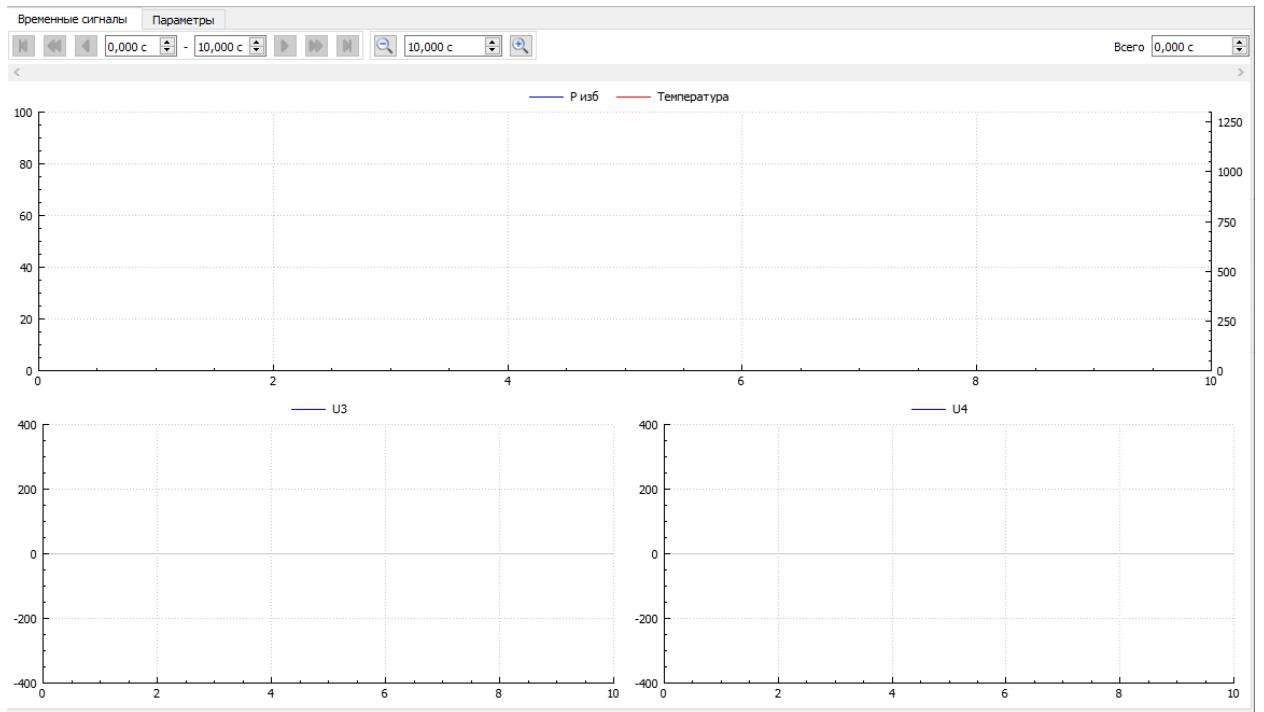

Рис. 2.98: Первая страница интерфейса визуализации
Перейдем в режим выполнения эксперимента (меню “Эксперимент” → “Выполнить новый эксперимент” (W)), чтобы посмотреть на получившийся интерфейс. Начальная страница (рисунок 2.98) интерфейса ничем не отличается от созданной в предыдущих уроках, за исключением того, что теперь в верхней части присутствуют две закладки для переключения между страницами с названиями этих страниц.